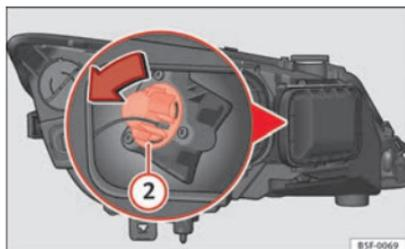

Fig. 143 Lámpara luz intermitente
- Gire el portalámparas ⇒ fig. 143 ② a la izquierda y tire.